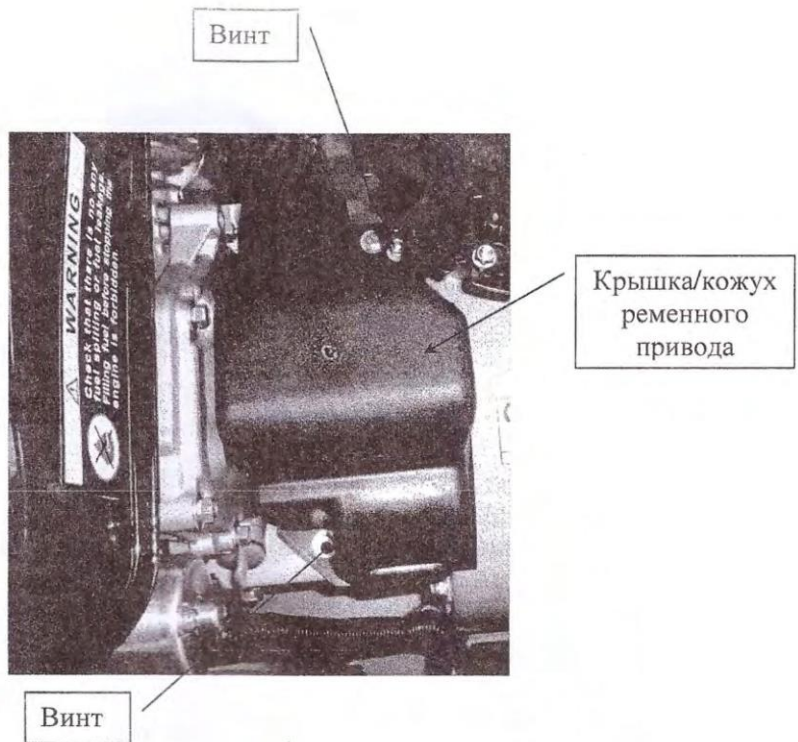

Рисунок 11
2. Снимите пластиковую крышку/кожух ременного привода спереди двигателя, вывернув винты. См. рисунок 11.